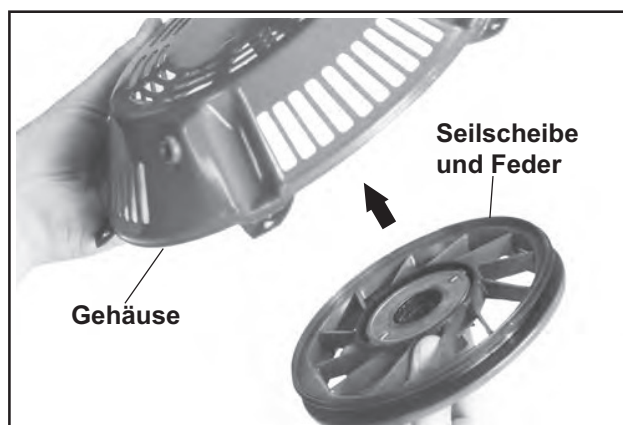

Abbildung 7-8. Installation der Seilscheibe und der Feder im Gehäuse.
- Die Seilscheibeneinheit im Anlassergehäuse anbringen. Siehe Abbildung 7-8. Sicherstellen, dass die Seilscheibe am Anlassergehäuse anliegt. Die Seilscheibe und die Rückzugsfeder noch nicht drehen.